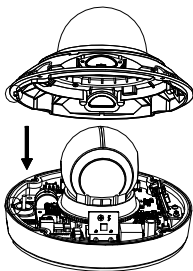

Abbildung 2-3 Kuppel befestigen
4. Richten Sie die Kuppel an der Kamerabasis aus und setzen Sie sie wieder ein. Befestigen Sie die Kuppel mit vier Schrauben, wie in Abbildung 2-3 gezeigt.